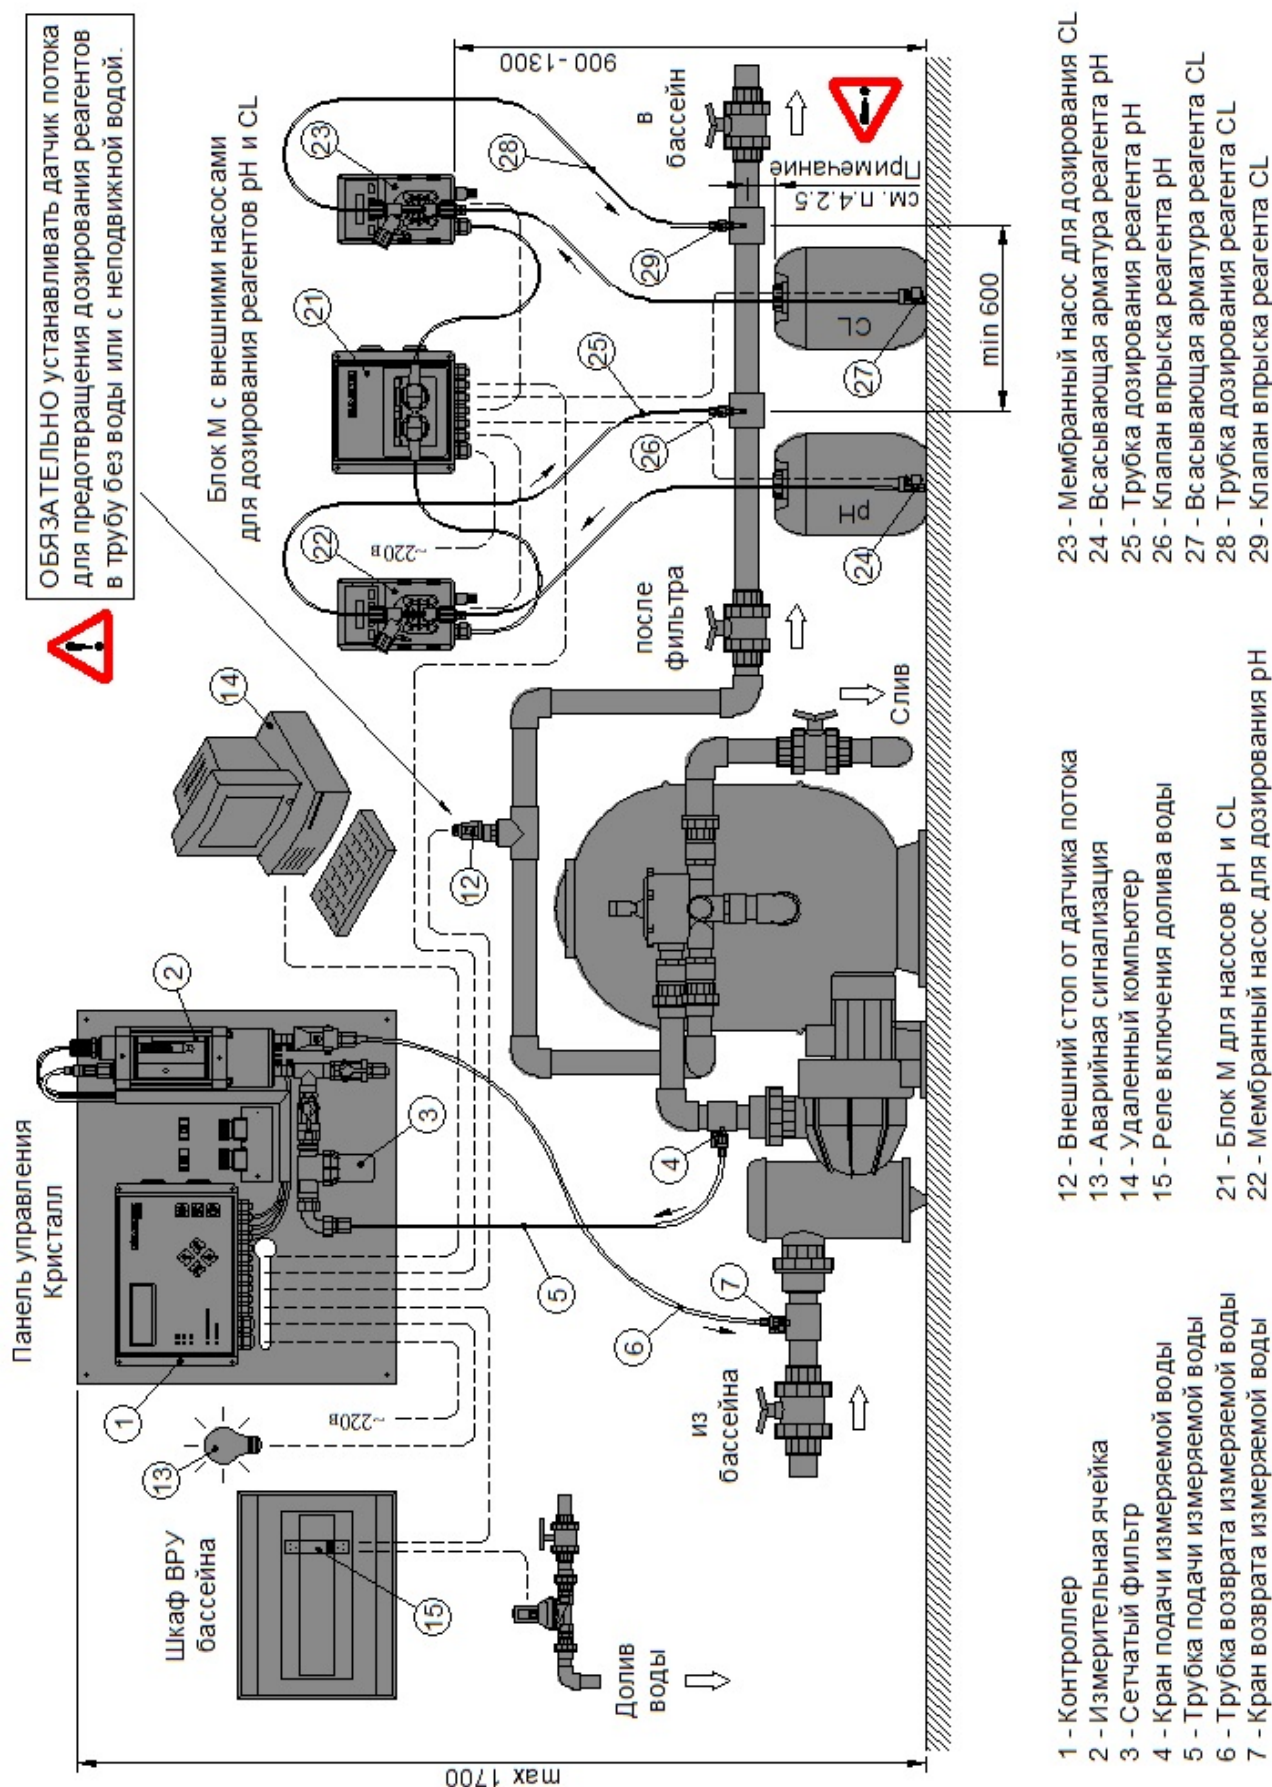

Рис. 2-1 Схема размещения оборудования Кристалл М
На рис.2-1 изображен монтаж станции Кристалл М: CL, pH, Rx с отбором воды для измерений из трубопровода фильтрации, а на рис.4.3-1 – электросхема для этого монтажа.
Дозирование реагентов прекращается также при отсутствии потока воды в трубопроводе возврата воды в бассейн после фильтрации. Это необходимо для предотвращения дозирования реагентов в трубу с неподвижной водой или без воды. Для контроля потока воды необходимо установить в трубопровод специальный датчик потока (12), как это показано на рис.2-1. Для повышения точности измерения и дозирования в станции предусмотрена задержка включения дозирующих насосов после появления потока воды в измерительной ячейке или после возобновления фильтрации. Длительность этой задержки устанавливает Покупатель в настройках контроллера.
Дозирование реагентов может также прекращаться при включении долива воды в бассейн, если для этого долива используется электромагнитный клапан. В этом случае управление доливом рекомендуется производить через контактор (15), в котором через одну пару контактов подаётся питание к электромагнитному клапану долива воды, а через другую пару контактов в контроллер подается сигнал о включении долива (как это показано на рис.2-1, 4.3-1). Если нет необходимости или возможности блокировать дозирование реагентов при включении долива воды, то необходимо установить перемычку на клеммы «Доллив» внутри контроллера (см. подробнее п.4.3.1).
В домашних бассейнах, на которые требования упомянутого ГОСТ не распространяются, допускается отбирать воду для измерений из трубопровода циркуляционного водообмена (фильтрации), как это показано на рис.2-1 настоящего Руководства. Однако, используя это решение, следует знать, что значения измеряемых показателей воды из ванны бассейна и из трубопровода фильтрации не обязательно будут одинаковыми.
Панель управления станции устанавливается на стену технического помещения бассейна, как это показано на рис.2-1 настоящего Руководства.
Место для установки Панели управления надо выбирать с таким расчётом, чтобы трасса подачи измеряемой воды от точки отбора до измерительной ячейки была по длине не более 4 метров. Если вода для измерений отбирается из трубопровода фильтрации (как это показано на рис.2-1), то отсчёт длины вести от крана подачи измеряемой воды (поз.4 на рис.2-1). Если вода для измерений отбирается непосредственно из ванны бассейна, то отсчёт длины вести от водозабора, установленного в стену ванны бассейна.
Панель управления рекомендуется устанавливать не выше 1700 мм от пола (на уровне глаз), как это показано на рис.2-1, при этом над панелью должно оставаться не менее 200 мм свободного пространства для удобства установки/замены измерительных электродов в измерительной ячейке.
Блок М для подключения внешних насосов дозирования pH и CL устанавливается на стену технического помещения бассейна, как это показано на рис.2-1 и 4.2-2 Руководства.
Блок устанавливать не выше 1300 мм от пола рядом с дозирующими насосами для реагентов pH и CL (поз.22 и 23 на рис.2-1), чтобы минимизировать длину кабелей от Блока к дозирующим насосам и расходным канистрам реагентов. При этом справа и слева от Блока должно оставаться не менее чем по 200 мм свободного пространства для беспрепятственного открывания крышки Блока и подключения кабелей электроснабжения дозирующих насосов.
Насосы VFMS MF для дозирования pH и CL устанавливаются на стену технического помещения бассейна строго вертикально, как показано на рис.2-1 (поз.22 и 23) и 4.2-3 настоящего Руководства.
Место для установки насосов рекомендуется выбрать вблизи клапанов впрыска реагентов pH и CL, чтобы минимизировать длину трубок дозирования реагентов (поз.25 и 28 на рис.2-1).
Насосы устанавливать не выше 1300 мм от пола, чтобы уменьшить высоту подъема реагента из расходной канистры к насосу и обеспечить свободное, без натяжения, подключение к насосам трубок всасывающей арматуры (поз.24 и 27 на рис.2-1). При этом над насосом должно оставаться не менее 150 мм свободного пространства для беспрепятственного открывания вверх прозрачной крышки насоса.
Кран подачи измеряемой воды устанавливается на напорный трубопровод насоса фильтрации (как это показано на рис.2-1, поз.4) или на напорный трубопровод специального насоса для измеряемой воды
Место для установки крана надо выбирать с таким расчётом, чтобы трасса подачи измеряемой воды от точки отбора до измерительной ячейки была по длине не более 4 метров. Если вода для измерений отбирается из трубопровода фильтрации (как это показано на рис.2-1), то отсчёт длины вести от устанавливаемого крана (поз.4 на рис.2-1).
Кран возврата измеряемой воды устанавливается на всасывающий трубопровод насоса фильтрации (как это показано на рис.2-1, поз.7) или на всасывающий трубопровод специального насоса для измеряемой воды.
Если кран устанавливается на горизонтальном участке трубопровода, то резьбовое отверстие G 1/4" для установки крана должно быть обращено вверх. Если толщина стенки трубопровода в месте установки крана меньше 5 мм, то эту толщину следует увеличить, установив на трубопровод соединительную муфту, как это показано на рис.2-1 и 4.2-4.